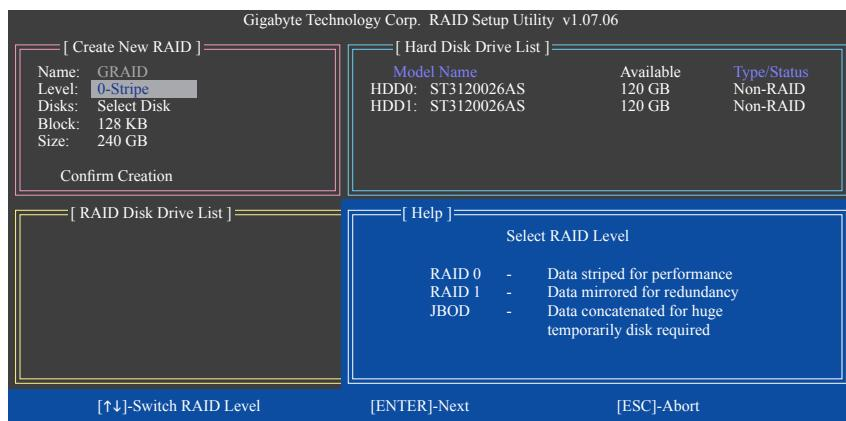

図 5
Create New RAID ブロックに、アレイを作成するために設定する必要がある項目がすべて表示されます(図 5)。
2. **Select RAID Mode:** **Level** 項目の下で、上または下矢印キーを使用して RAID 0 (ストライプ)、RAID 1 (ミラー)、JBOD (図 5) を選択します。<Enter> を押して、次のステップに進みます。